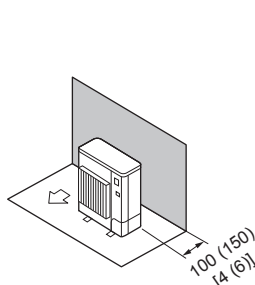

Fig. 2-6
- ① Obstacles uniquement à l'arrière (Fig. 2-6)